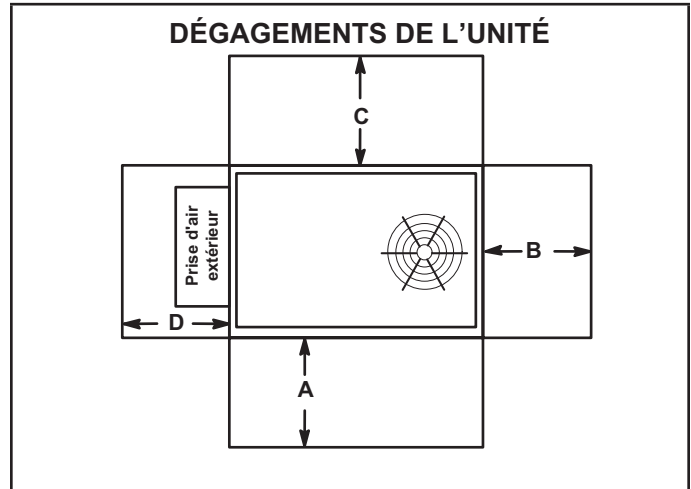

FIGURE 1
Voir les dégagements de l'unité à la FIGURE 1.
- 2 - Les dégagements d'installation spécifiés doivent être respectés lors de l'installation de l'unité. Voir la FIGURE 1.